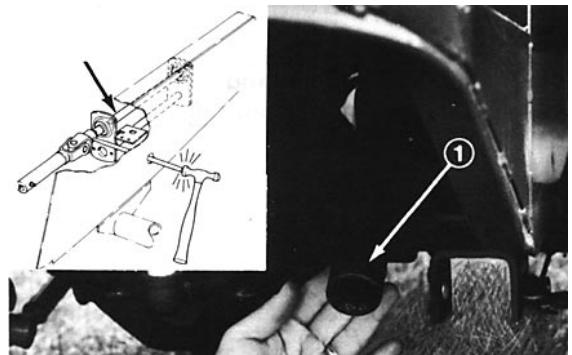

Bild 8
2. Die (5) Radmuttern entfernen und das Rad von der Achse abziehen, um die Zugangslöcher in der Seite des Chassis freizulegen (Bild 8).
3. Die Zapfwelle soweit drehen, bis ihre Löcher mit den Löchern im Chassis abgestimmt sind (Bild 8).
4. Die Rolle mit Hilfe von Dorn und Hammer durch die Zugangslöcher im Chassis aus der Zapfwelle austreiben (Bild 8).
6. Das Rad mit den (5) vorher entfernten Radmuttern wieder anbringen. Die Muttern auf 80–109 kPa festziehen.